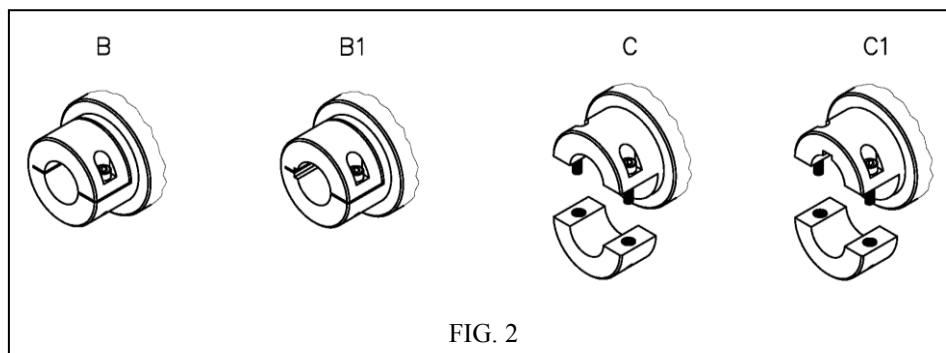

FIG. 2
- Il giunto può essere fornito solo con foro finito pronto per essere montato. Salva diversa specifica, il foro finito viene realizzato con tolleranza H8 e bloccaggio a morsetto tipo B (Fig.2; pos.B). Oltre a questo tipo di fissaggio, a richiesta, sono disponibili altri sistemi di bloccaggio (Fig.2; pos.B1, C, C1).
- The coupling can be supplied only with finished bore ready to be assembled. Unless otherwise specified, the finished bore is machining with H8 tolerance and clamp hub type B (Fig.2; pos.B). In addition to this type of clamp hub, other locking systems are available on request (Fig.2; pos.B1, C, C1).
Per i bloccaggi a morsetto con chiavetta (Fig.2; pos.B1, C1) la coppia trasmissibile aumenterà rispetto ai rispettivi bloccaggi senza chiavetta (Fig.2; pos.B, C) in funzione della superficie di chiavetta utile in presa.
For clamps hub with keyway (Fig.2; pos.B1, C1) the transmissible torque will increase compared to the respective keyway-less clamps hub (Fig.2; pos.B, C) according to the useful keyway in the socket.